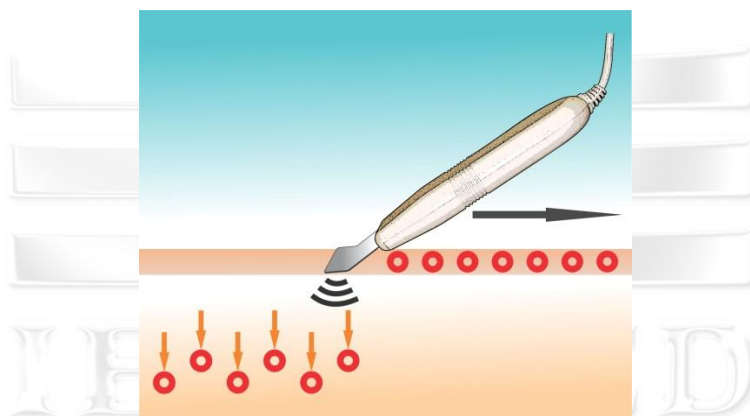

Figura 3. Transductor espátula en la posición para **sonoforesis, terapia combinada o terapia aislada** (deslizamiento lento y uniforme).
- a) Espátula ultrasónica (posición de la espátula, ver figura 3).